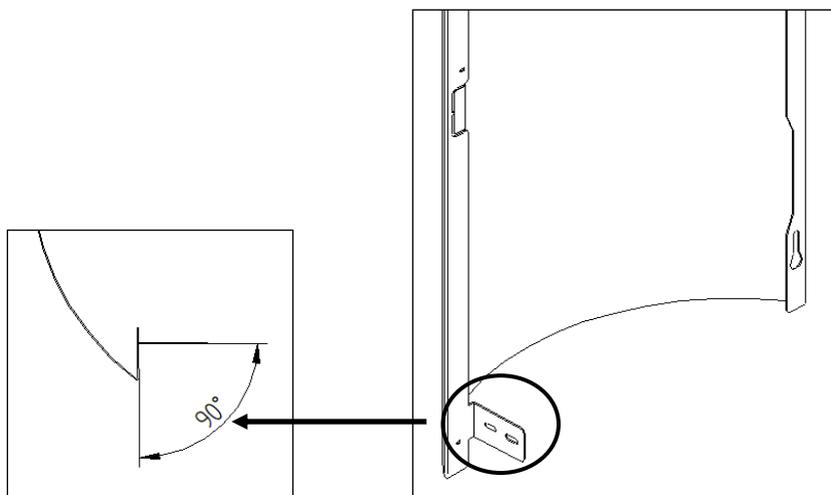

Figure 46 – Angle de l'onglet inférieur
e) Ensuite, pour engager les habillages latéraux, vous devez d'abord plier la languette comme indiqué sur la Figure 46 pour vous assurer qu'elle est à un angle inférieur à 90°.